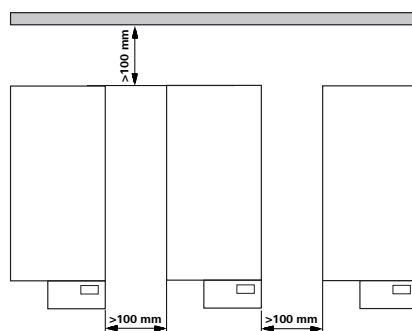

Fig. 2
- Vær opmærksom på de mindste afstande mellem apparatet og væggen over opstillingen (min. 800 mm), se fig. 2.